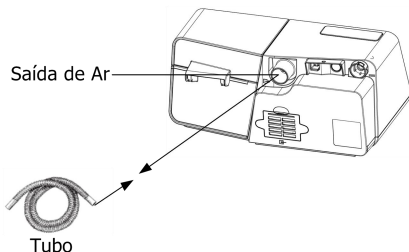

Fig. 11-5
- (1) Ligue uma ponta do tubo à saída de ar do dispositivo, como mostrado na Fig. 11-5.